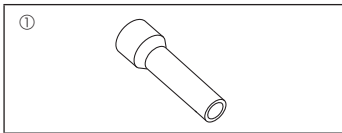

Fig. 1-1
1.6. Accesorios de la unidad exterior (Fig. 1-1) (ZM200/250, M200/250)